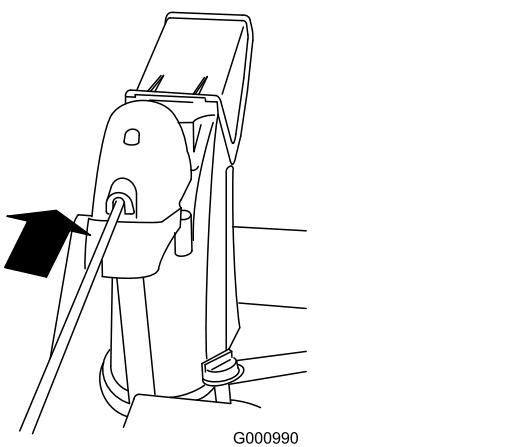

**Bild 15**
3. Fluchten Sie das abgeflachte hintere Ende der langen Schaltstange für den Auswurfkanal mit dem abgeflachten vorderen Ende der kurzen Stange aus, die aus dem Armaturenbrett herausragt, sodass beide eingreifen (**Bild 15**).